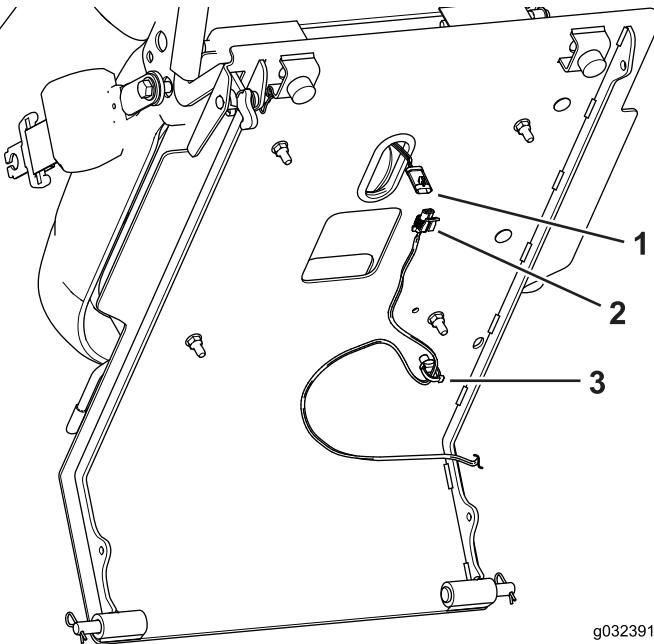

Рисунок 5
- Отсоедините от жгута проводов разъем переключателя сиденья, расположенный с обратной стороны основания сиденья (Рисунок 5).
- 3. Снимите зажим провода с обратной стороны основания сиденья Рисунок 5.